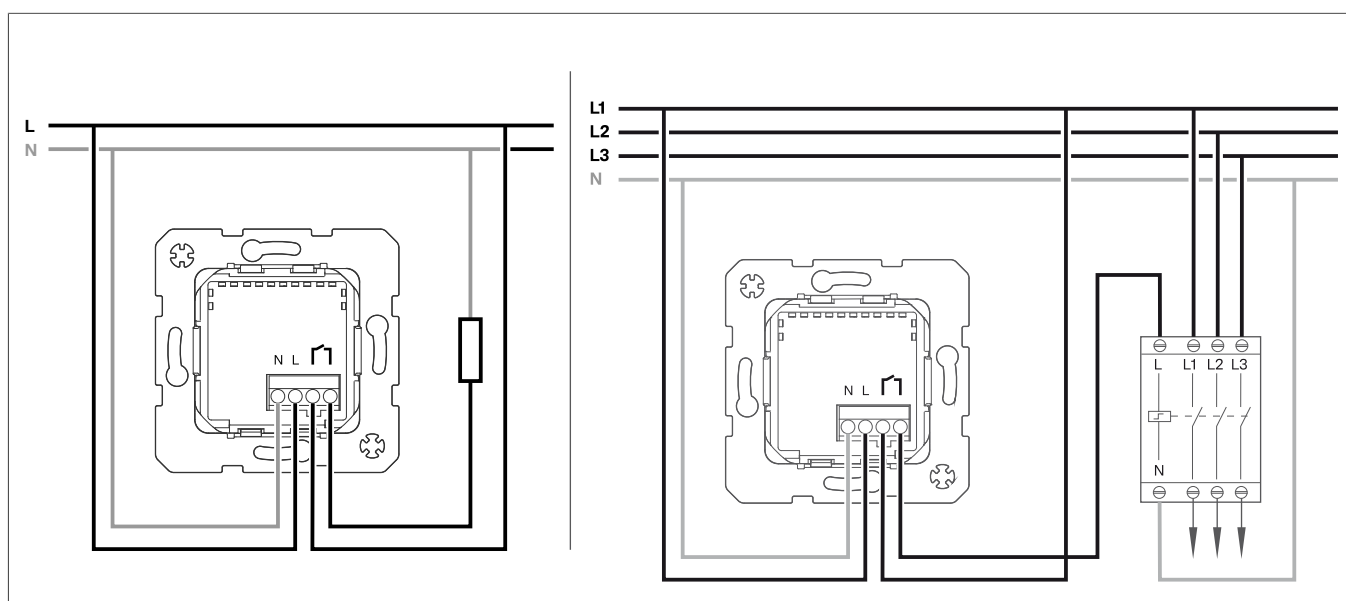

Fig. 3: Schema di collegamento
- 1 Collegare l'inserito di commutazione relè (1) secondo lo schema di collegamento (Fig. 3).
Rispettare il carico ammissibile collegato. Se necessario, utilizzare il relè di priorità o il gestore carichi (Fig. 3).